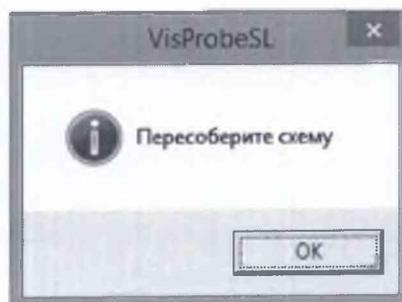
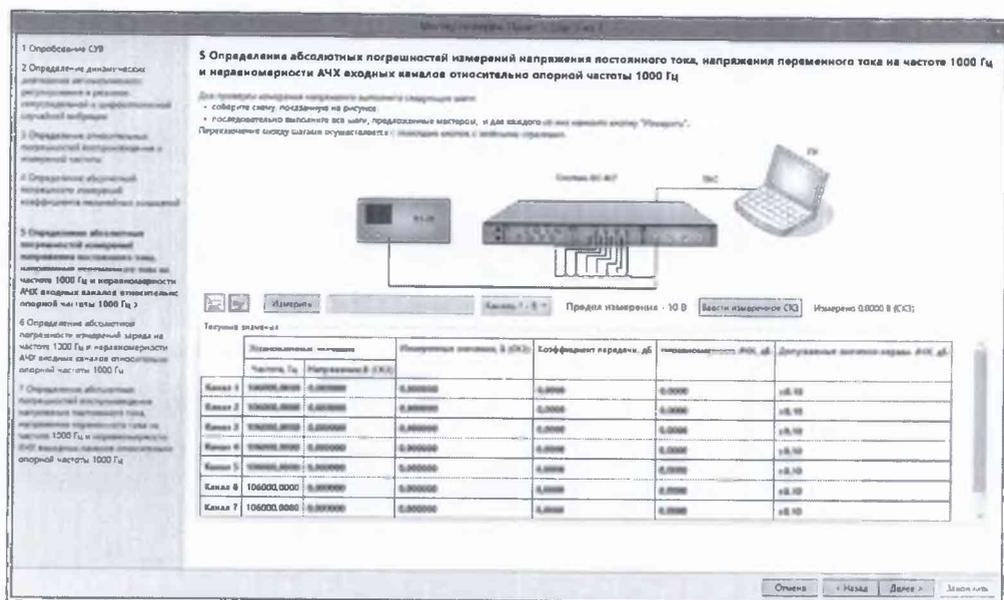

Рисунок 7.2.16
Рисунок 7.2.17
7.2.5.12 При переходе к частоте 106000 Гц в соответствии с рекомендациями мастера поверки (рисунок 7.2.16) собрать схему, изображенную в окне мастера поверки (рисунок 7.2.17), предварительно отключив выход калибратора.